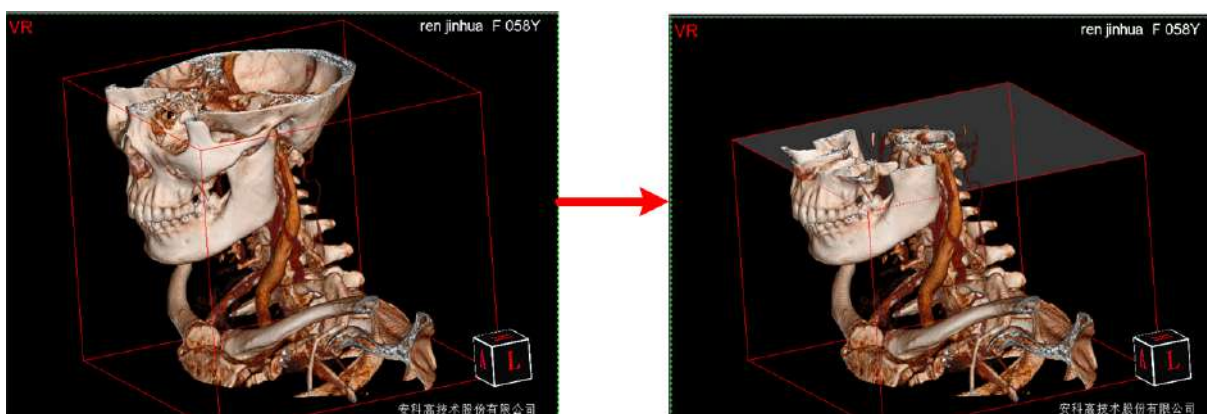

Рисунок7-13 Квадрат VOI
2. Выберите одну плоскость из поля VOI и переместите ее вдоль плоскости в зону, не представляющую интерес, как это показано на Рисунок7-13.